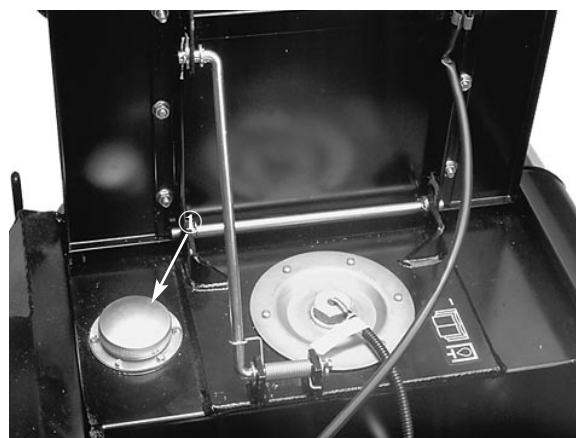

Figure 17
2. Relever le siège et le maintenir en position à l'aide de la béquille (Fig. 17).